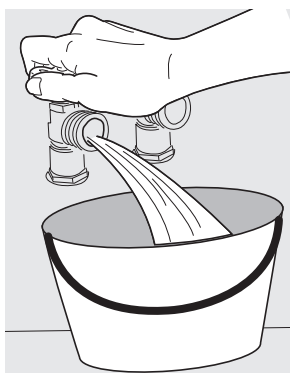

fig. 1
1. Deje correr un poco de agua de los grifos fríos y calientes para enjuagar las líneas de agua y eliminar las partículas que podrían obstruir las rejillas de las válvulas de agua y para determinar qué grifos están calientes y cuál es el suministro de agua fría. (fig. 1).